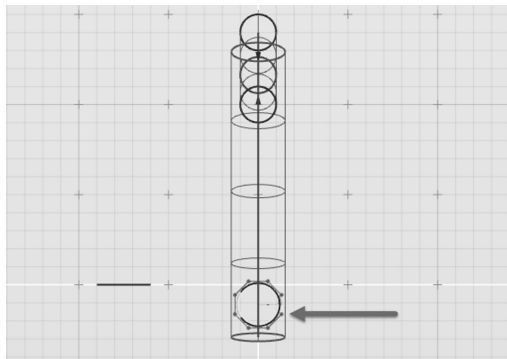

图 5-119 绘制一个新的曲线圆
1) 在自行车坐杆上创建一个开口。激活前视图，创建一个曲线圆，该曲线圆边界必须小于管道曲面的宽度（即半径小于 1.5cm），如图 5-119 所示。